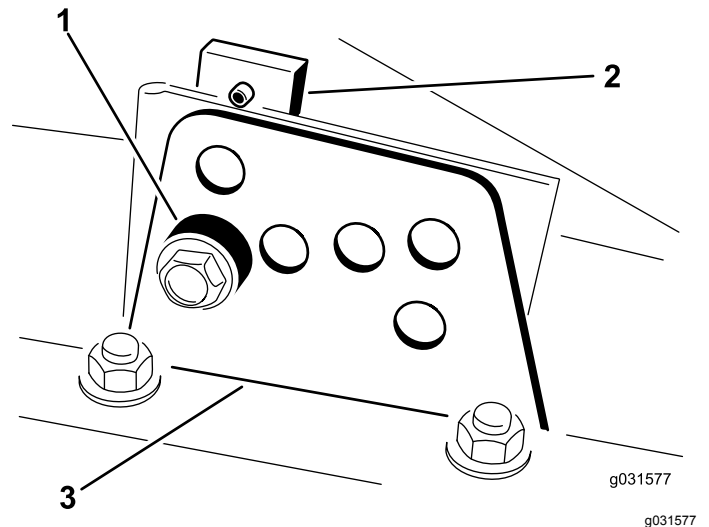

图 19
2. 拧松将各剪草高度支架固定至剪草高度板的螺栓前面和两侧如图 19 所示。
4. 在支撑起切割腔的同时取出隔片(图 19)。